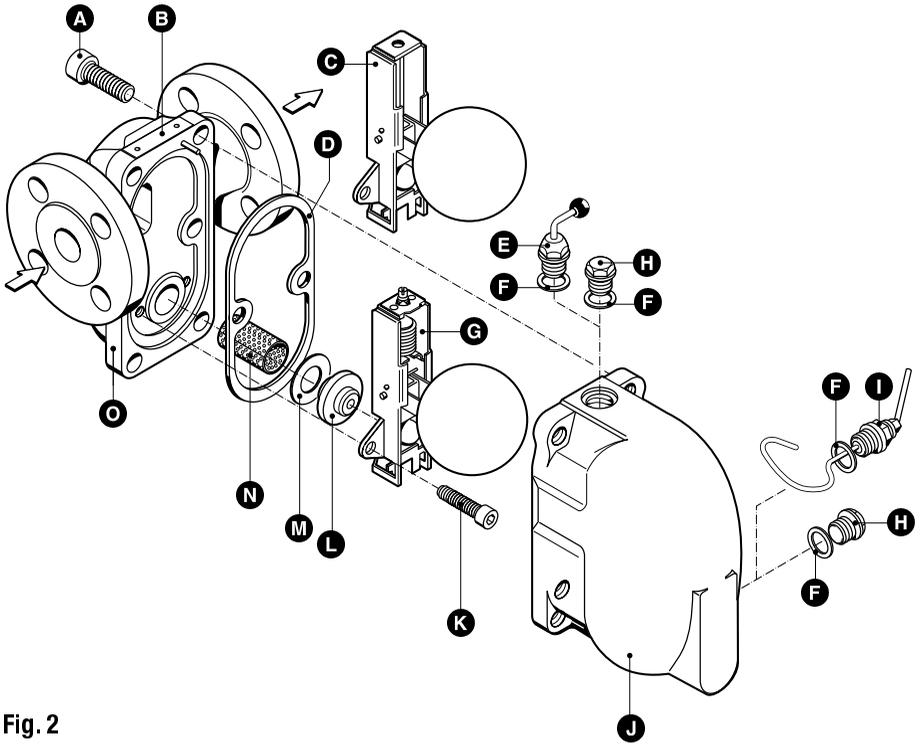

Fig. 2
2. Installer la clé creuse sur le levier extérieur du dispositif pour action manuelle **1**. Fig. 2